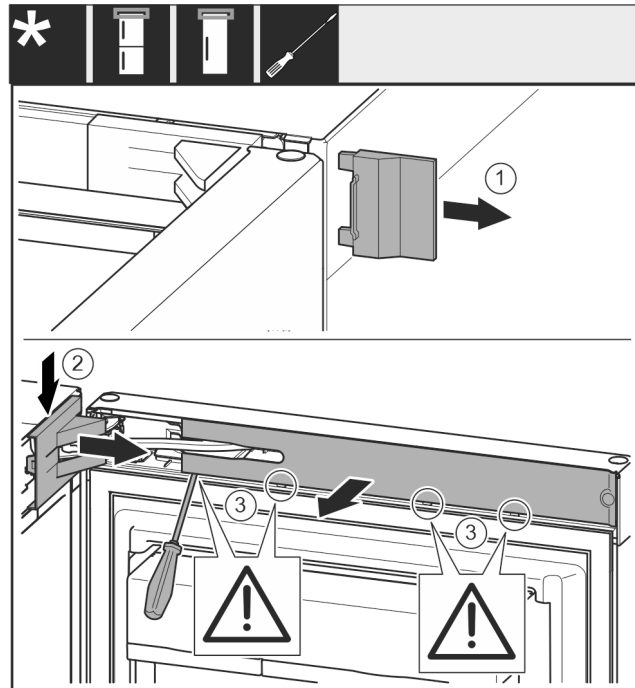

Fig. 8
- ▶ Зніміть зовнішню кришку. Fig. 8 (1)
- ▶ Звільніть і ослабте кришку опорного кронштейна. Зніміть кришку опорного кронштейна. Fig. 8 (2)
- ▶ За допомогою шлицевої викрутки звільніть від фіксатора та поверніть убік накладку. Fig. 8 (3)